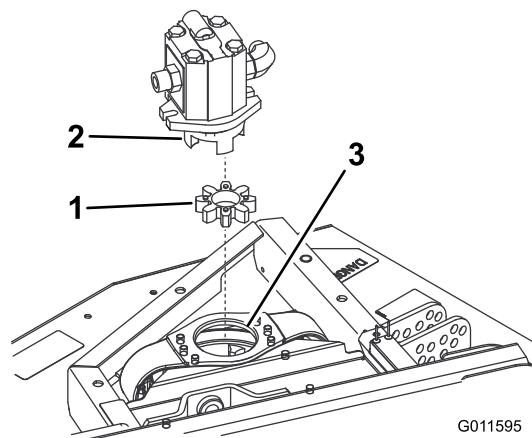

Bild 2
3. Entfernen Sie die dehbare Spinne von der Riemenscheibe der Kupplung. Prüfen Sie auf Abnutzung und tauschen sie aus, wenn abgenutzt. Bewahren Sie sie sonst für den Einbau am neuen Frontmähwerk auf (Bild 2).
**Hinweis:** Prüfen Sie die drehkreuznabe auf Abnutzung und tauschen sie aus, wenn abgenutzt (Bild 2).